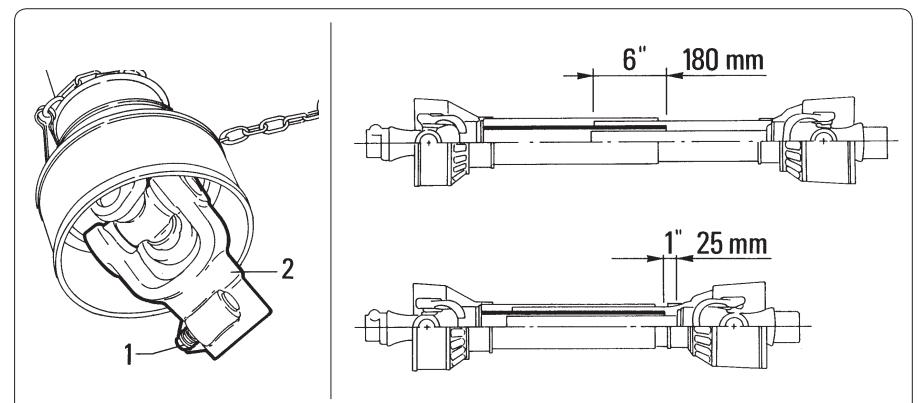

fig. 4.1.3
- Die Gelenkwelle laut Abb. 4.1.3 auf die richtige Länge prüfen.
Mentre nella posizione di massimo accoppiamento il cardano deve presentare ancora una corsa di circa 25 mm (1 inch) vedi fig. 4.1.3.
A tale scopo inserire completamente le spine e i bulloni di sicurezza "1" fig. 4.1.3 nelle scanalature appositamente predisposte sugli alberi della presa di forza, sia dal lato del trattore che dal lato della trinciatrice.